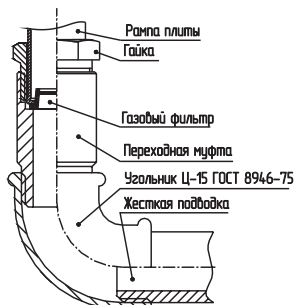

рис. 3
- Жесткое подсоединение к газовому стояку (рис. 3) производится с помощью пере-